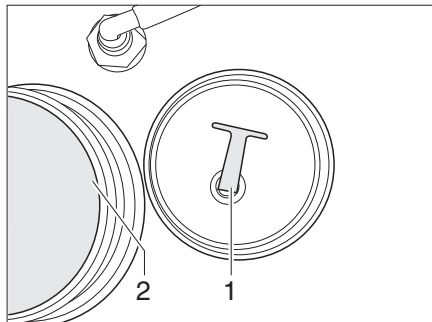

Fig. 369 Tapón de cierre
- Extraer o desenroscar el tapón de cierre (Fig. 369,1) del orificio de salida (Fig. 369,2). Se vacía el agua.